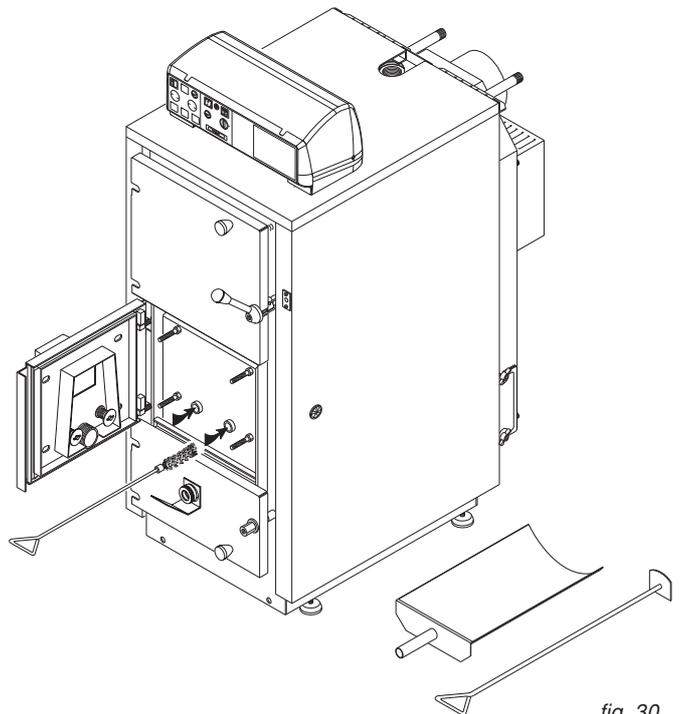

fig. 30
- 2) verificare che i due fori di adduzione dell'aria secondaria che sboccano nella sede di griglia non siano otturati: in questo caso passare con uno **scovolo soffice** in ciascun condotto. L'operazione va eseguita come indicato in fig. 30.
Rimuovere la parete centrale (fig. 30) dove sono montate le valvole di regolazione dell'aria e pulire accuratamente l'intercapedine interna dai residui di catrame, polvere e scaglie di legno entrati dai fori di passaggio dell'aria primaria.